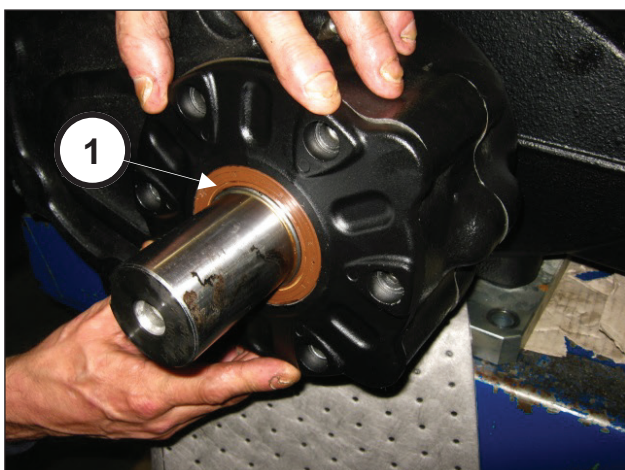

Рис. 81
Во избежание повреждения сальника соблюдайте повышенную осторожность при установке сальника на ведущую шестерню (поз. ①, Рис. 81).